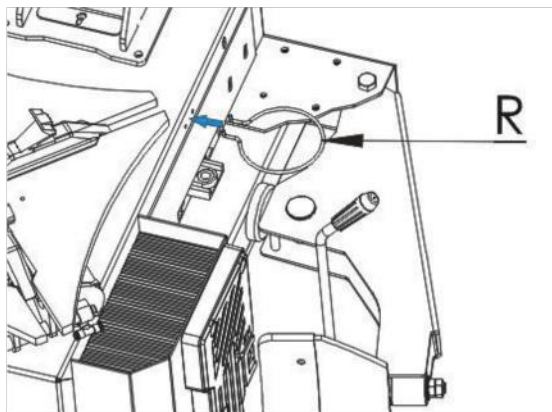

Fig. 9
- Comme sur la fig. 9 , insérer les deux embouts dans les trous $\phi 5$ sur le côté droit de la colonne . Assurez-vous que les embouts I et les crochets sont vers le haut.